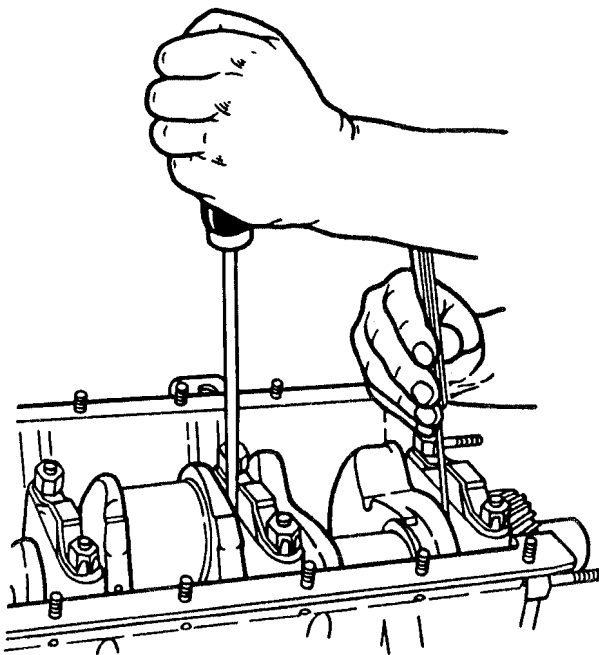

Рис.89. Проверка осевого зазора коленчатого вала
13. Проверить осевой зазор коленчатого вала. Для проверки необходимо отжать коленчатый вал к заднему концу двигателя и с помощью щупа определить зазор между торцом задней шайбы упорного подшипника и плоскостью бурта первой коренной шейки (рис.89). Зазор должен быть 0,075...0,275 мм. При увеличенном осевом зазоре для его восстановления установить упорные шайбы стандартной толщины или ремонтные упорные шайбы, увеличенной на 0,13 мм толщины. В случае значительного износа стальной упорной шайбы, установить новую упорную шайбу. В случае невозможности восстановления зазора заменой шайб, заменить коленчатый вал.